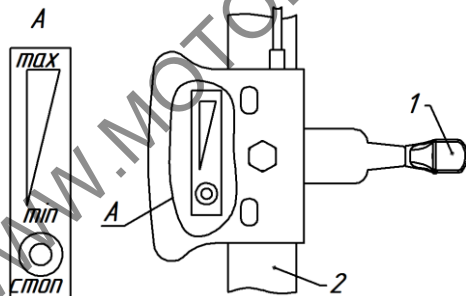

Рис.5. Дистанционное управление двигателями.
3. После установки руля на раму мотоблока следует закрепить механизм управления дроссельной заслонкой (газом) в отверстии на правой половине руля с помощью винта М6, пружинной шайбы и гайки М6, проверить плавность работы механизма возвратно-поступательными движениями рычага (рис. 5).